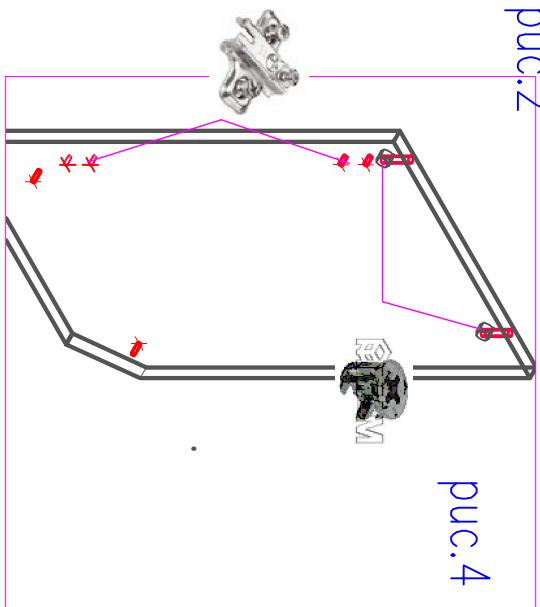

рис.2
- На посадочные места дет.1,2 установить монтажные планки Ф.№5(рис.2)